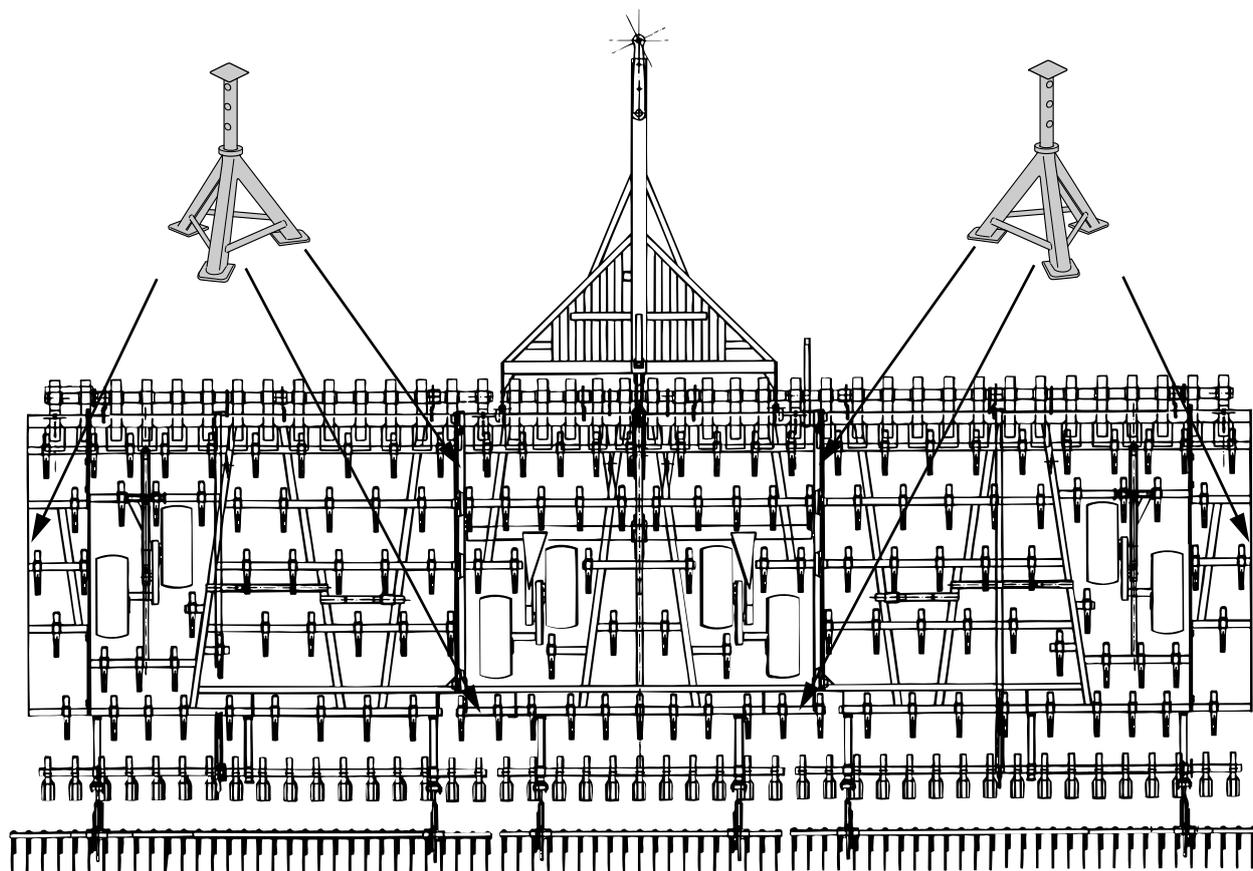

Рис. 8.5
2. Закрепите орудие на козлах. См. “Рис. 8.5”.